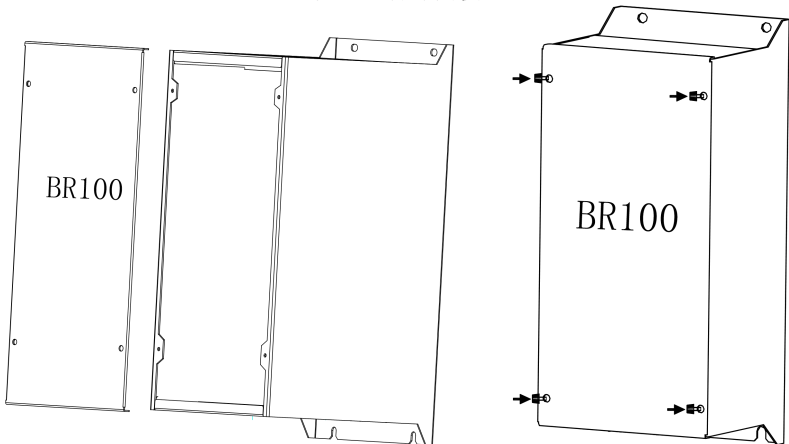

图 5-2 安装面板
- 接线完毕按相反步骤相反方向装回面板，拧紧固定螺钉，如图 5-2 所示。